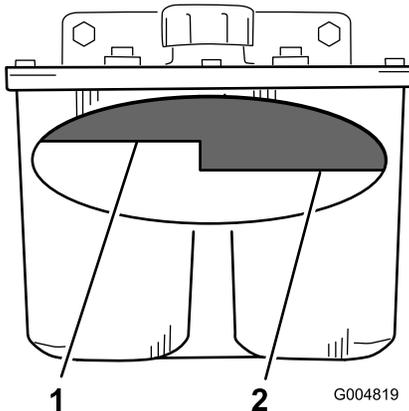

Figura 94
3. Limpe a zona em redor do tubo de enchimento do depósito hidráulico (Figura 94).
- Retire a tampa do tubo de enchimento e observe o interior para verificar se existe fluido no reservatório (Figura 94).
Nota: O nível do fluido deve encontrar-se no cimo do nível quente do abafador, quando o fluido está quente (Figura 94).